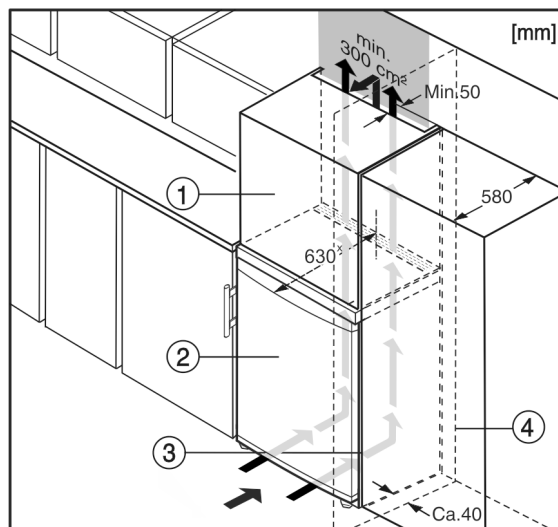

Fig. 10
- (1) Mobile da appoggio*
- (2) Apparecchio*
- (3) Mobile da cucina*
- (4) Parete*
L'apparecchio può essere incassato in mobili da cucina. Per adattare l'apparecchio Fig. 10 (2) all'altezza della cucina componibile, è possibile applicare sopra l'apparecchio un mobile da appoggio Fig. 10 (1).
Se la cucina possiede armarios (profundidad máx. 580 mm), el aparato se puede colocar directamente junto al armario de cocina Fig. 10 (3). El aparato sobresale 34 mm * por los lados y 50 mm * en el centro del aparato respecto al frente del armario de cocina.*
Se l'apparecchio con cerniere viene installato accanto ad una parete Fig. 10 (4), la distanza minima fra l'apparecchio e la parete deve essere almeno di 40 mm, che corrisponde alla sporgenza della maniglia con la porta aperta.*